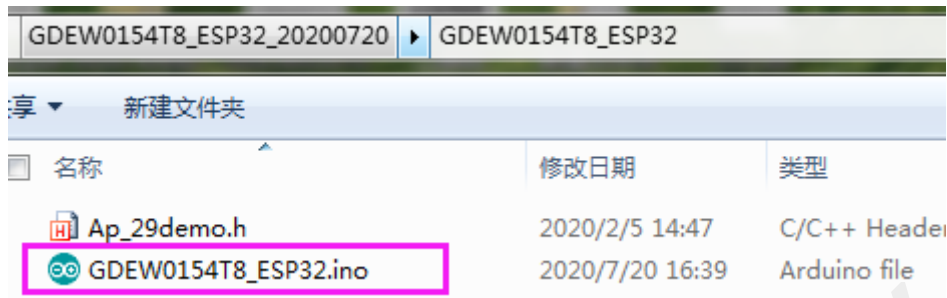

图 6 打开Arduino.ino工程文件
- 3、用Ardu no 1.8.6 打开图6所示驱动程序文件夹中的Ardui no. i no工程文件。